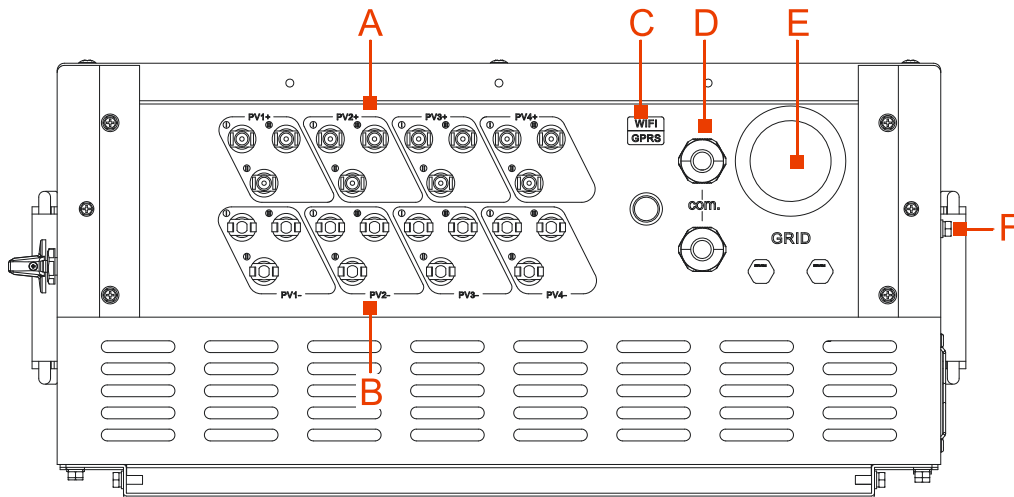

Figura 3-9 Marca de conexão
A fiação do inversor deve ser feita em sua parte inferior. A marca é mostrada na Figura 3-9 e o significado da marca é mostrado na Tabela 3-1. Os requisitos de cabo recomendados são mostrados na Tabela 3-2.
1. Como o SPI30K-B, SPI33K-B e o SPI36K-B possuem seis rotas de entrada CC, as três rotas de entrada CC na marca PV3+, PV3-, PV4+ e PV4- de Figura 3-9 não se acoplam ao conector PV. Use plugues para bloqueá-los.
2. Como o SPI40K-B possui nove rotas de entrada CC, as três rotas de entrada CC na marca PV4+ e PV4- de Figura 3-9 não se acoplam ao conector PV. Use plugues para bloqueá-los.